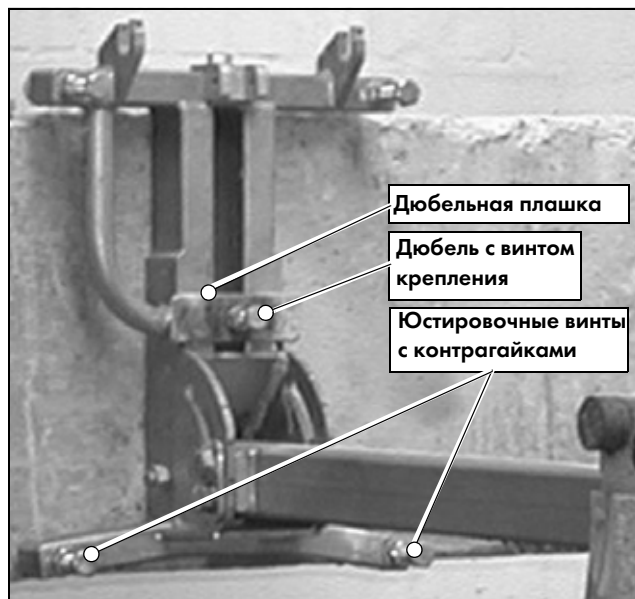

Рис. 5.2 MF•6000 (дополнительно), с монтажной трубой для крепления CSA•100
3. б) Просверлите отверстие под дюбель для крепления (дополнительной) монтажной подножки MF • 6000, на расстоянии в 35 см от линии резки (прямой вход каната в шов без дополнительных роликов, Рис. 5.2)! Завинтите монтажную подножку MF • 6000 через (дополн.) дюбельную плашку и анкерный дюбель! Выровняйте монтажную подножку MF • 6000 (с помощью строительного уровня)! С помощью юстировочных винтов (Рис. 5.2) устраняются неровности поверхности и предотвращается качание (до возможного ослабления дюбельного крепления)!